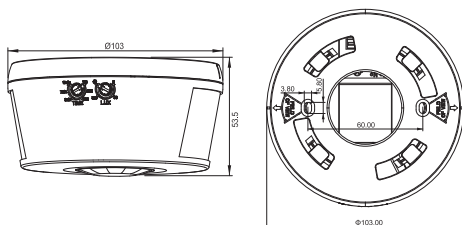

Рисунок 20 – ДД 022 (LDD10-022-2000-K01)
– наибольшую чувствительность датчик движения имеет, когда движущийся объект перемещается перпендикулярно лучам зоны обнаружения (рисунок 20);